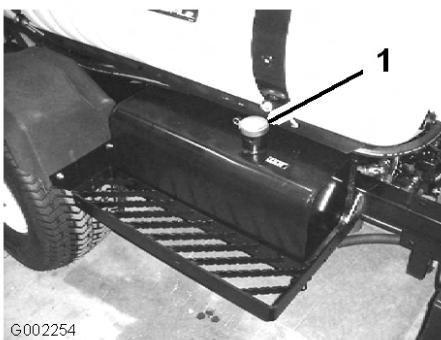

Figure 57
- Nettoyez la surface autour du bouchon du réservoir d'huile hydraulique et enlevez-le (Figure 57).